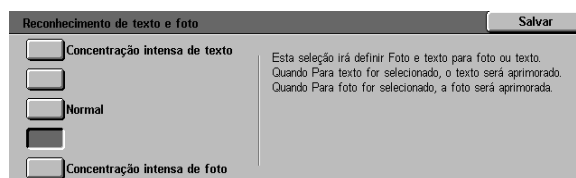

Figura 48: configurações de texto e foto
- Toque na caixa que indique a configuração apropriada do nível de qualidade de imagem para Texto e foto, conforme ilustrado na Figura 48.